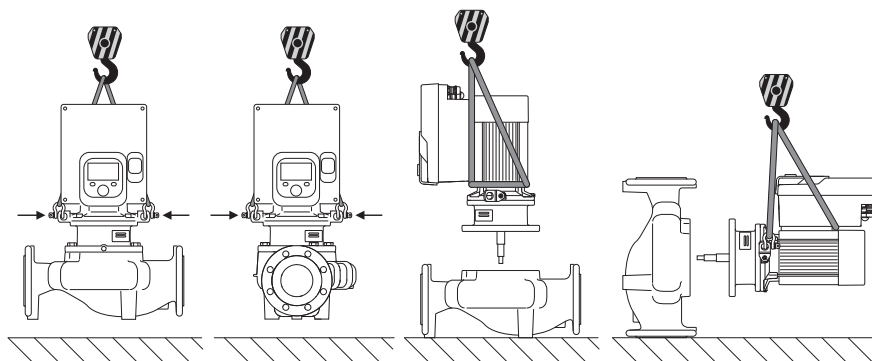

Fig. 6: Направление поднятия одинарного насоса
Транспортировку насоса следует проводить с помощью разрешенных грузозахватных приспособлений (например, талей, крана и т. д.). Закрепление грузозахватных приспособлений должно осуществляться с использованием транспортировочных проушин на фланце электродвигателя. При необходимости сдвинуть подъемные петли под адаптерную плату (Fig. 6/7). Зафиксировать насос от опрокидывания.
2. С целью фиксации закрепить съемный блок (Fig. 4) с помощью подходящего подъемного оборудования, используя транспортировочные проушины. Чтобы блок не опрокинулся, закрепить электродвигатель и адаптер электронного модуля ремнем, как показано на Fig. 6. При закреплении не допускать повреждения электронного модуля.